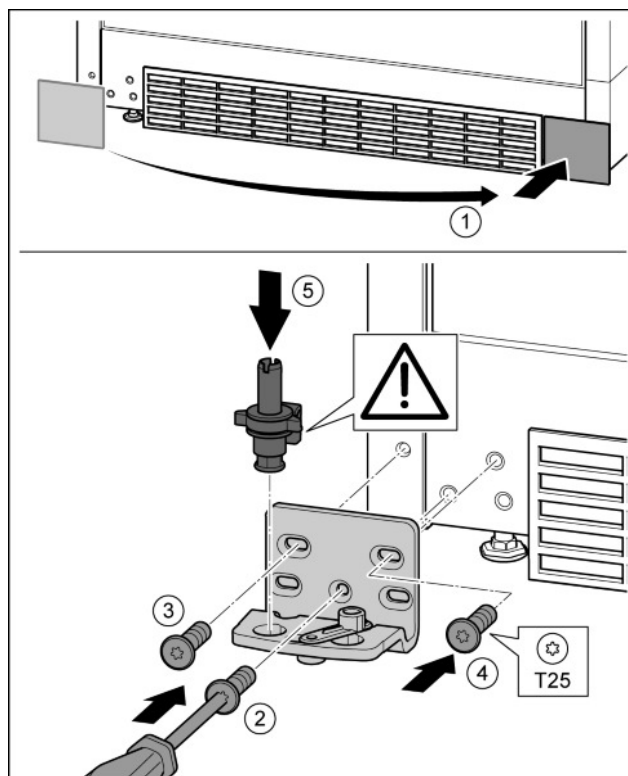

Fig. 12
- u Enlever le cache et le mettre de l'autre côté. Fig. 12 (1)
- u Poser le support de palier de l'autre côté et le visser à l'aide d'un tournevis T25. Commencer par la vis 2 en bas au milieu. Fig. 12 (2)
- u Visser les vis 3 et 4. Fig. 12 (3, 4)
- u Mettre en place l'axe de palier complet. Veiller à ce que l'ergot d'enclenchement soit orienté en arrière. Fig. 12 (5)